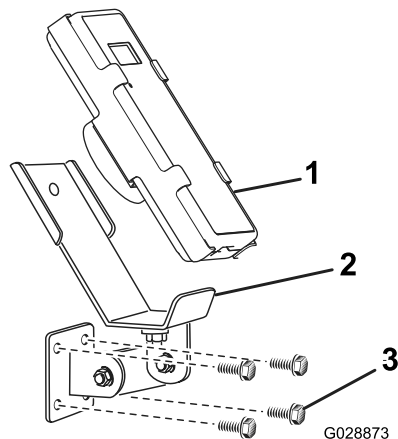
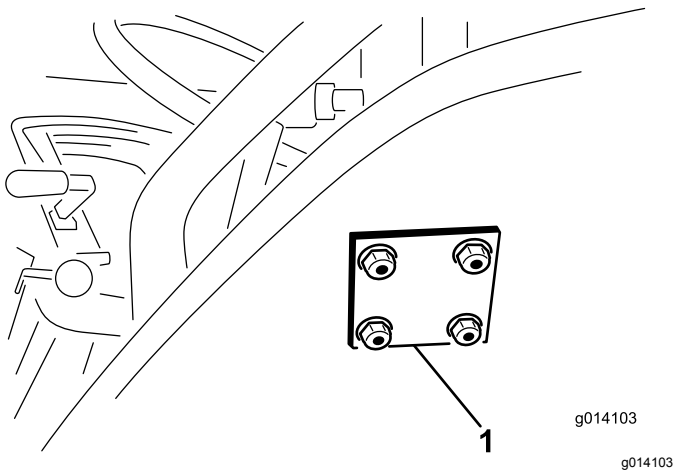

图 14
图 15
3. 用 4 个 5/16 x 1½ 英寸 凸缘头螺栓和凸缘锁紧螺母连接安装支架和支撑板图 14 和 图 15。